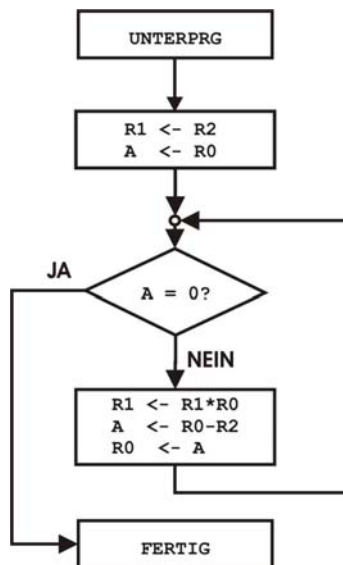

Abbildung 6.1: Flussdiagramm des Assemblerprogramms
Im ersten Aufgabenteil soll ein Unterprogramm für den 80C51-Mikrocontroller entwickelt werden, dessen Flussdiagramm in Abbildung 6.1 gegeben ist. Dem Unterprogramm werden in den Registern $R0$, $R1$, $R2$ beliebige vorzeichenlose 8 bit-Dualzahlen übergeben.
- a) Schreiben Sie das entsprechende Assemblerprogramm für den in Abbildung 6.1 gegebenen Abschnitt! Vergessen Sie dabei nicht den Rücksprung ins Hauptprogramm und benutzen Sie die Bezeichnungen $R0$, $R1$, $R2$, A , *FERTIG* und *UNTERPRG* aus Abbildung 6.1.